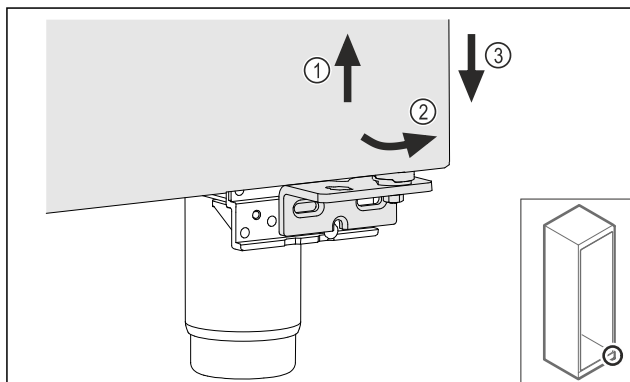

Fig. 23
- ▶ Deur iets optillen Fig. 23 (1), onderzijde naar voren kantelen Fig. 23 (2) en laten zakken Fig. 23 (3).